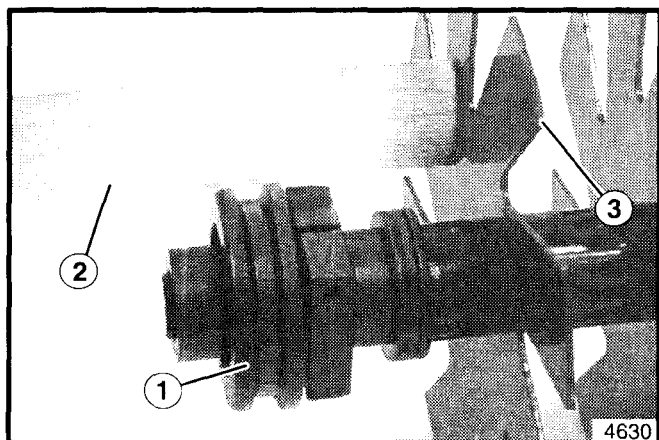

Figura 16. Alineamiento del Soporte
6. Instale el soporte con la chumacera en el eje. Deslice el soporte hasta que el borde externo del bloque se encuentre a 5/8" (16mm) del extremo del eje (vea la figura 16).
7. El soporte tiene que estar perpendicular al eje. Para revisarlo, sostenga una regla contra la primera cuchilla y a través del borde del bloque soporte (vea la figura 16). Gire el soporte con la mano. Si el borde del soporte no parece balancearse (moverse hacia atrás y hacia adelante) el soporte está perpendicular.